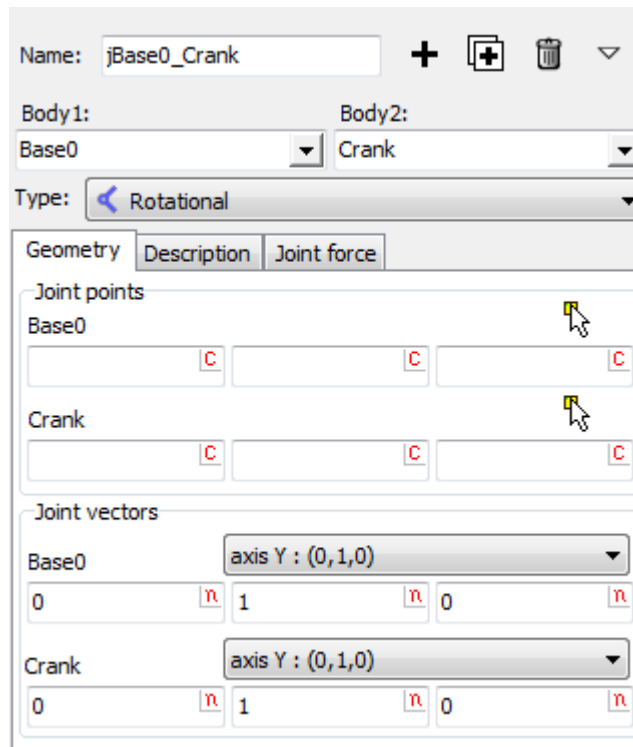

图 1.20
2. 选择 **Base0** 作为 **Body1**，选择 **Crank** 作为 **Body2**，类型为 **Rotational**，转动轴为 **Y** 轴，如图 1.20 所示。